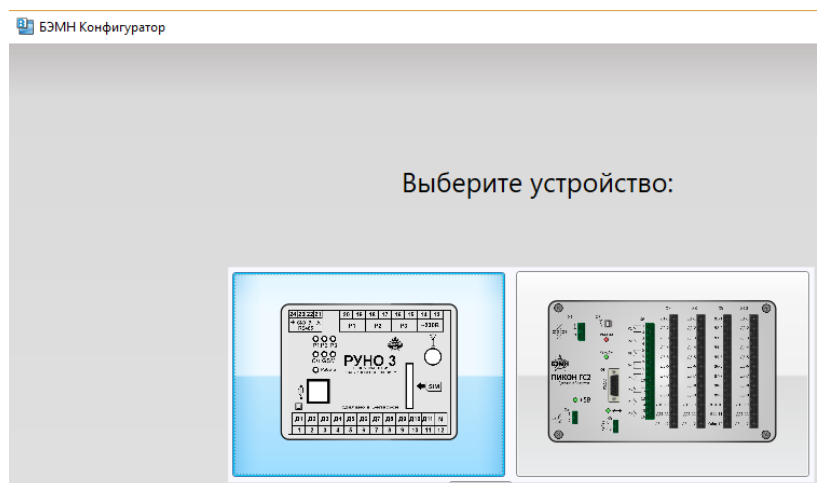

Рисунок 5.1 – Выбор устройства в программе «БЭМН конфигуратор»
- выбрать устройство РУНО 3 (рисунок 5.1);